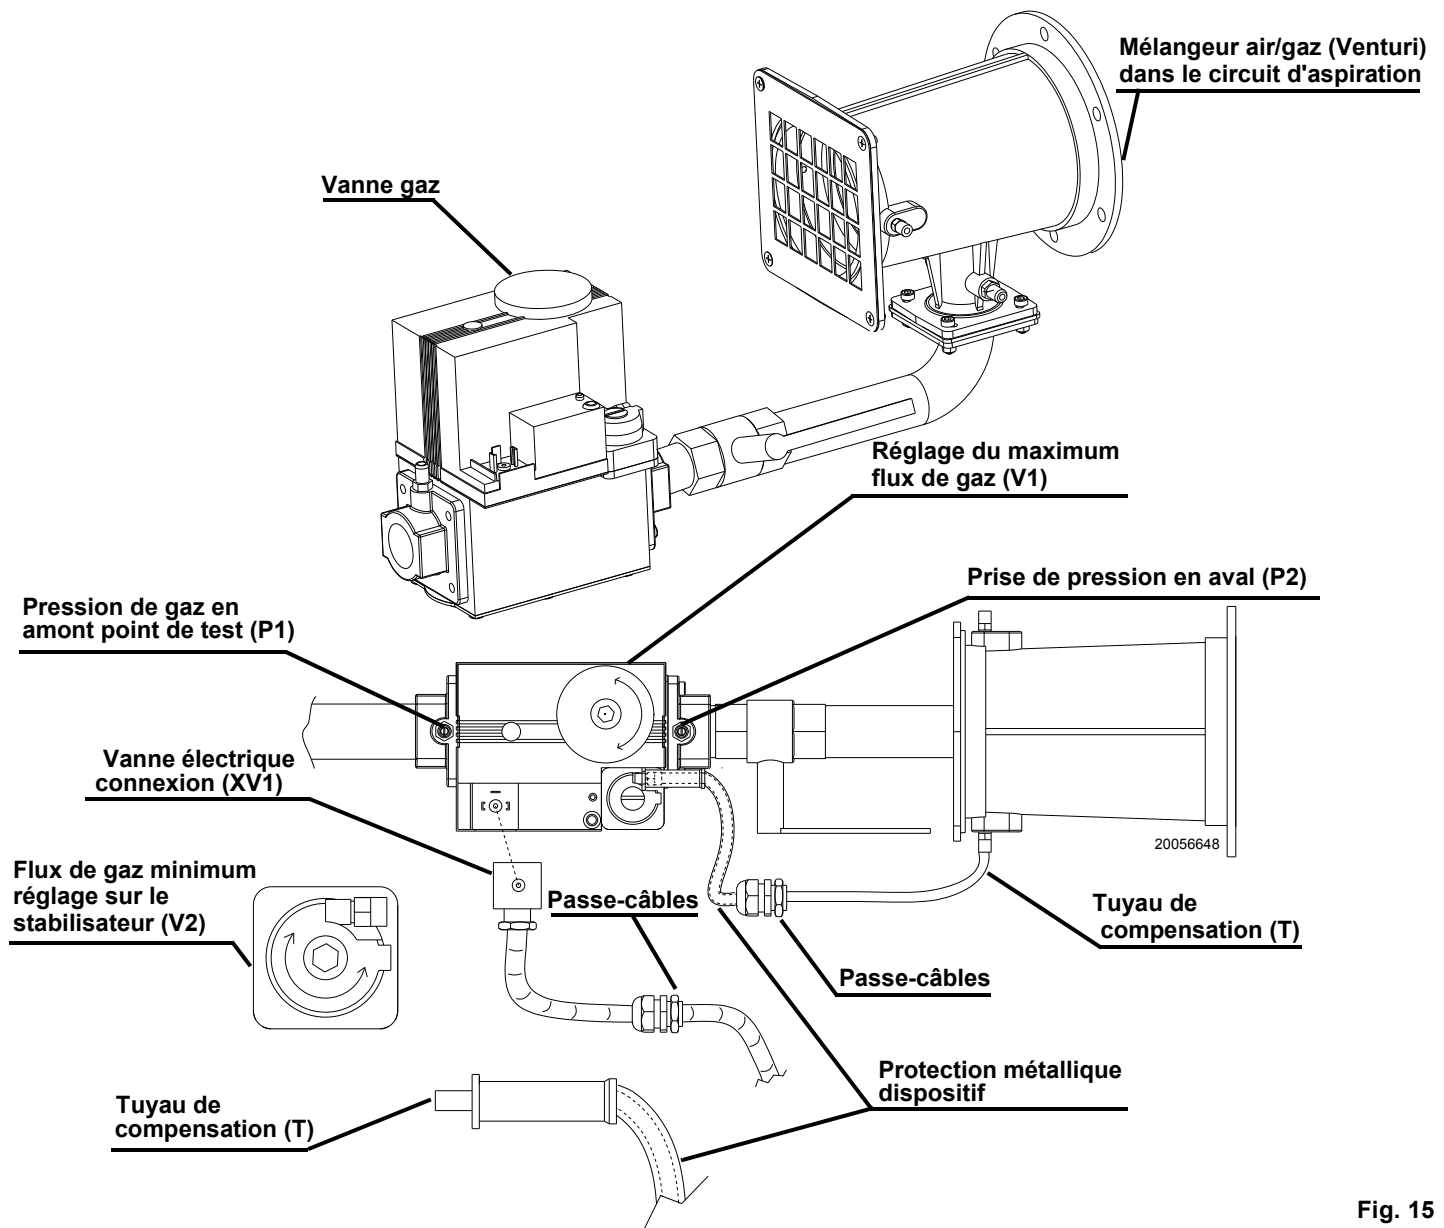

Fig. 15
- purger l'air des tuyaux de gaz en utilisant la vis sur la douille (Fig. 15, page 21).